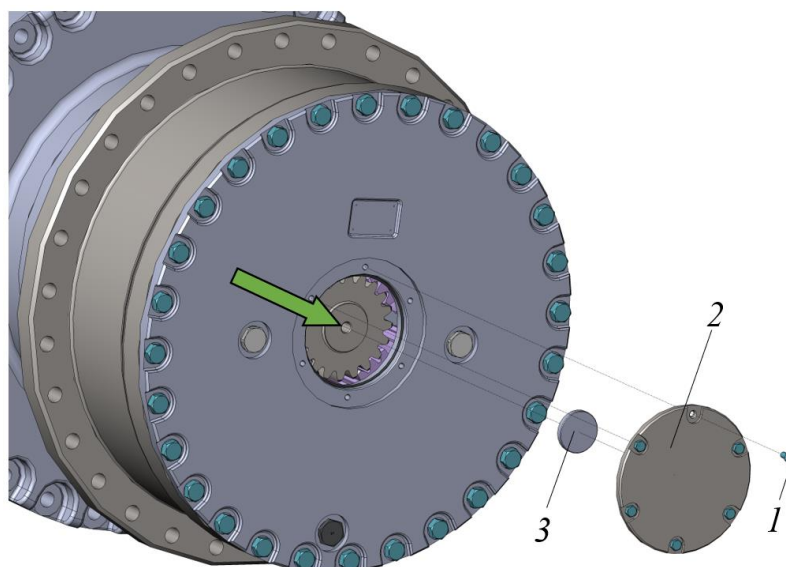

Рисунок 3.160. Крышка бортового редуктора
- Очистить крышку редуктора 2, рис. 3.160 и поверхность редуктора рядом с крышкой от загрязнений (для исключения попадания грязи во внутреннюю полость редуктора).
- ▶ Разместить емкость  для сбора масла под крышкой 2, рис. 3.160.
- ▶ В резьбовое отверстие шлицевого вала (показано стрелкой рис. 3.160) вкрутить болт М20 подходящий длины, см. рис. 3.161.
Установку вала солнечной шестерни производить в обратной последовательности разборки. При установке крышку редуктора 2, рис. 3.160 использовать новое уплотнительное кольцо.